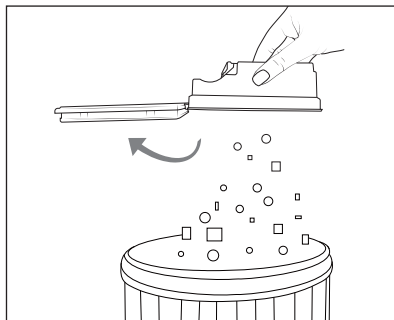

Fig. 8
- 3) Vacíe el contenido del depósito de polvo 12 en un contenedor de residuos (consulte la fig. 8).